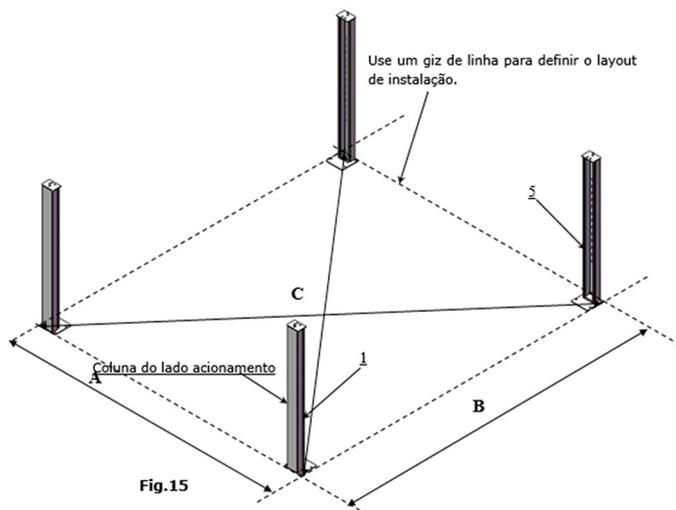

Fig.15
C. Use um giz de linha para definir o layout de instalação de acordo com a Fig.15. Coloque as colunas na posição correta.